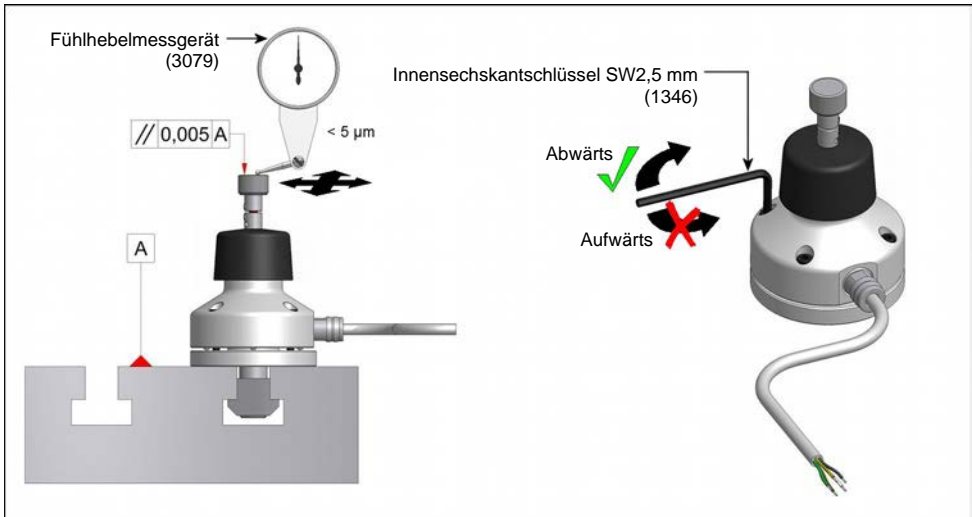

Abb. 8 Messeinsatz ausrichten
2. Schlauchverschraubung (2543) mit Dichtring in eine entsprechende Bohrung in der Maschinenwand einsetzen und auf der Rückseite mit der zugehörigen Mutter sichern (siehe Abb. 8).
Zum Ausrichten des Messeinsatzes wird mit in der Spindel installiertem Fühlhebelmessgerät die Messfläche des Werkzeugmesssystems angefahren (manuell) und diese anschließend entlang der X-Achse und entlang der Y-Achse abgetastet. Die dabei ermittelte Abweichung muss $< 5 \mu\text{m}$ sein (siehe Abb. 8). Sollte eine höhere Abweichung ermittelt werden muss die Ausrichtung des Messeinsatzes, wie nachfolgend beschrieben, korrigiert werden.